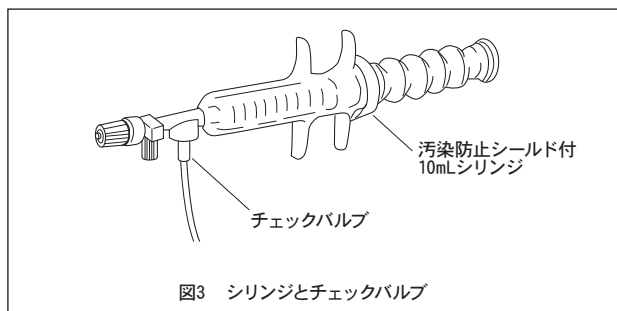

図3 シリンジとチェックバルブ
1. チェックバルブに10mLシリンジを接続します（図3）。